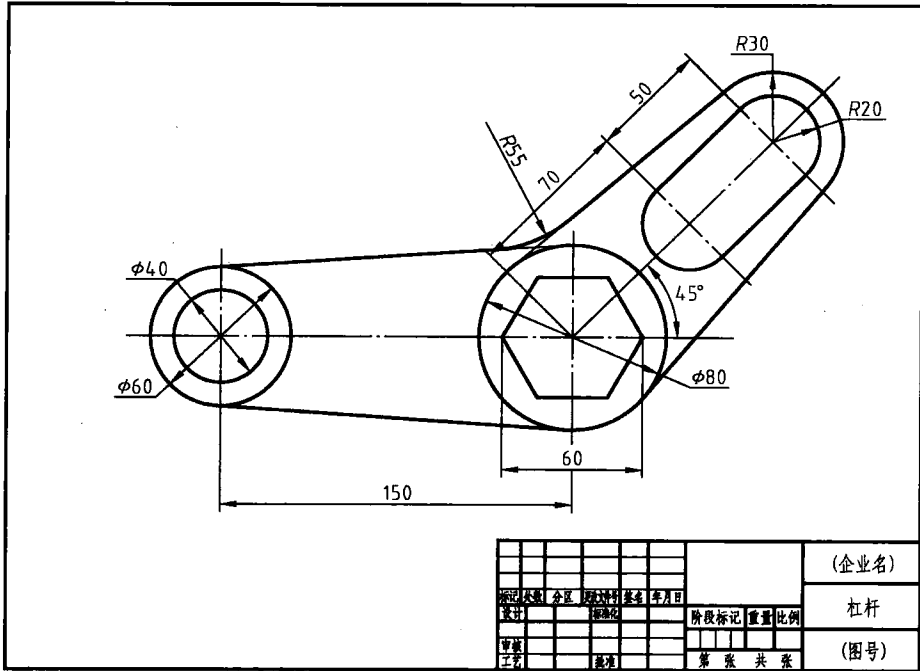

图 1-13 平面图 (六)
- 2) 以 A3 图幅为样板绘制下列零件平面图, 如图 1-13 所示。